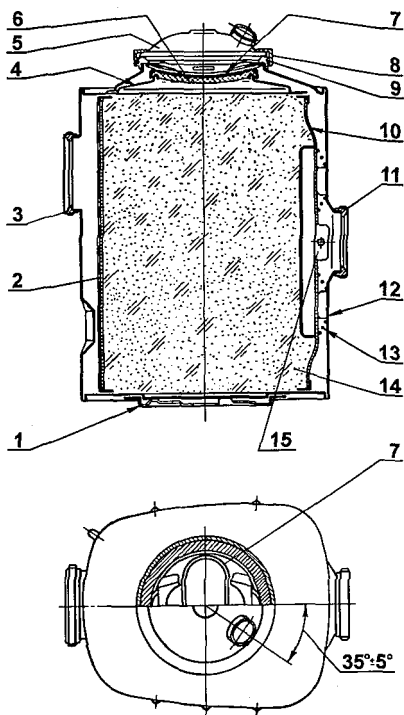

Рисунок 7 – Патрон регенеративный
1.5.1.6 Патрон регенеративный (рисунок 7) предназначен для очистки вдыхаемого воздуха от углекислого газа известковым химическим поглотите-